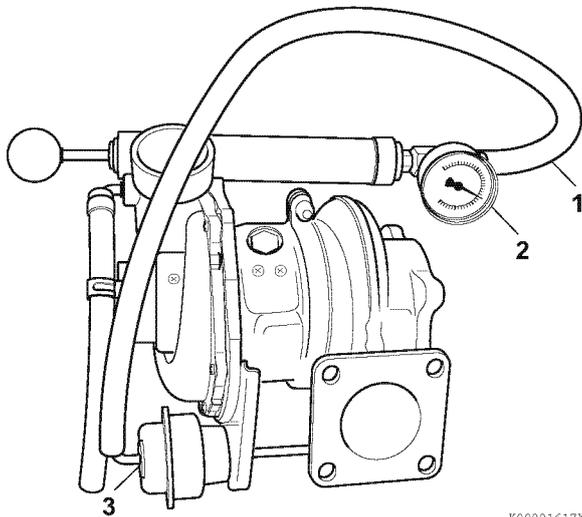

Figure 10-4
1. Raccordez une pompe à air manuelle au tuyau de l'actionneur du clapet de décharge (1, **Figure 10-4**). La pompe doit être équipée d'un manomètre (2, **Figure 10-4**) de 30 psi (0,21 MPa ; 2,21 kgf/cm2) et d'une soupape de décompression pour libérer la pression pompée dans le système. (Des pompes similaires sont utilisées pour vérifier l'absence de fuites dans les boîtes d'engrenage des moteurs marins.)
2. Appliquez une pression de 17 psi (0,12 MPa ; 1,2 kgf/cm2) dans le circuit de l'actionneur du clapet de décharge (3, **Figure 10-4**). Vérifiez si le clapet de décharge s'ouvre complètement. Si le clapet de décharge ne s'ouvre pas complètement, remplacez le turbocompresseur ou faites-le réparer par un centre de réparation qualifié.